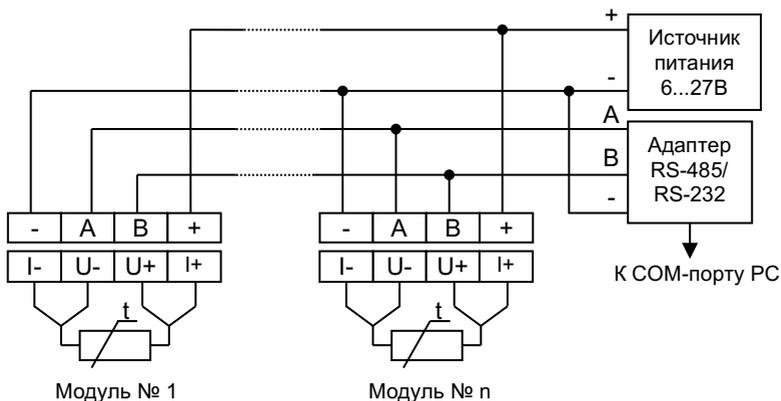

Рис.4. Схема подключения модуля аналогового ввода МАВ-ТС
5.2.1. Подключение модуля к измерительной системе осуществляется по четырем проводам - по одной паре подается напряжение питания (цепи - и +), по другой происходит обмен по интерфейсу RS-485. При использовании модули подключаются к четырехжильному кабелю параллельно, как показано на рис.4. Преобразователь интерфейса USB/RS-485 ПИ-1С уже имеет линию питания 12 В и не требует отдельного источника питания.
1. Подключите модуль к персональному компьютеру через преобразователь RS-232/RS-485 или USB/RS-485. Подключите модуль к источнику питания. Схема подключения показана на рис.4.